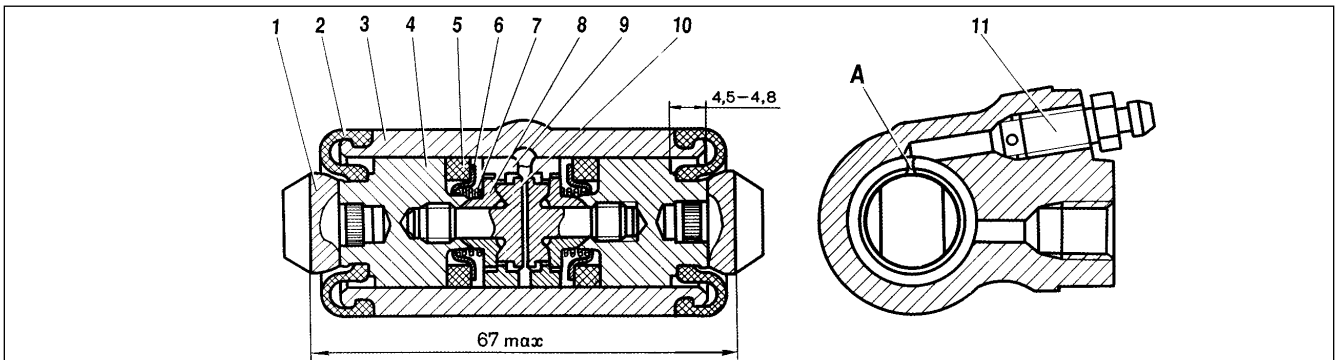

Fig. 6-19. Cylindre récepteur de roue :
Déposer les chapeaux de protection 2 (fig.6-19). Extraire à la presse d'un corps 3 du cylindre les pistons 4 complet avec les éléments du mécanisme de réglage automatique du jeu entre les mâchoires de frein et le tambour.
- entaille A (fig.6-19) sur les bagues de butée doit être orientée verticalement en haut; l'écart d'une ligne verticale pas plus de 30° est admissible. La disposition pareille de l'entaille assure l'évacuation complète de l'air d'une commande du mécanisme de freinage lors de sa purge;
besoin de maintenir les dimensions de 4,5 à 4,8 mm et de 67 mm maximum (v. fig. 6-19).